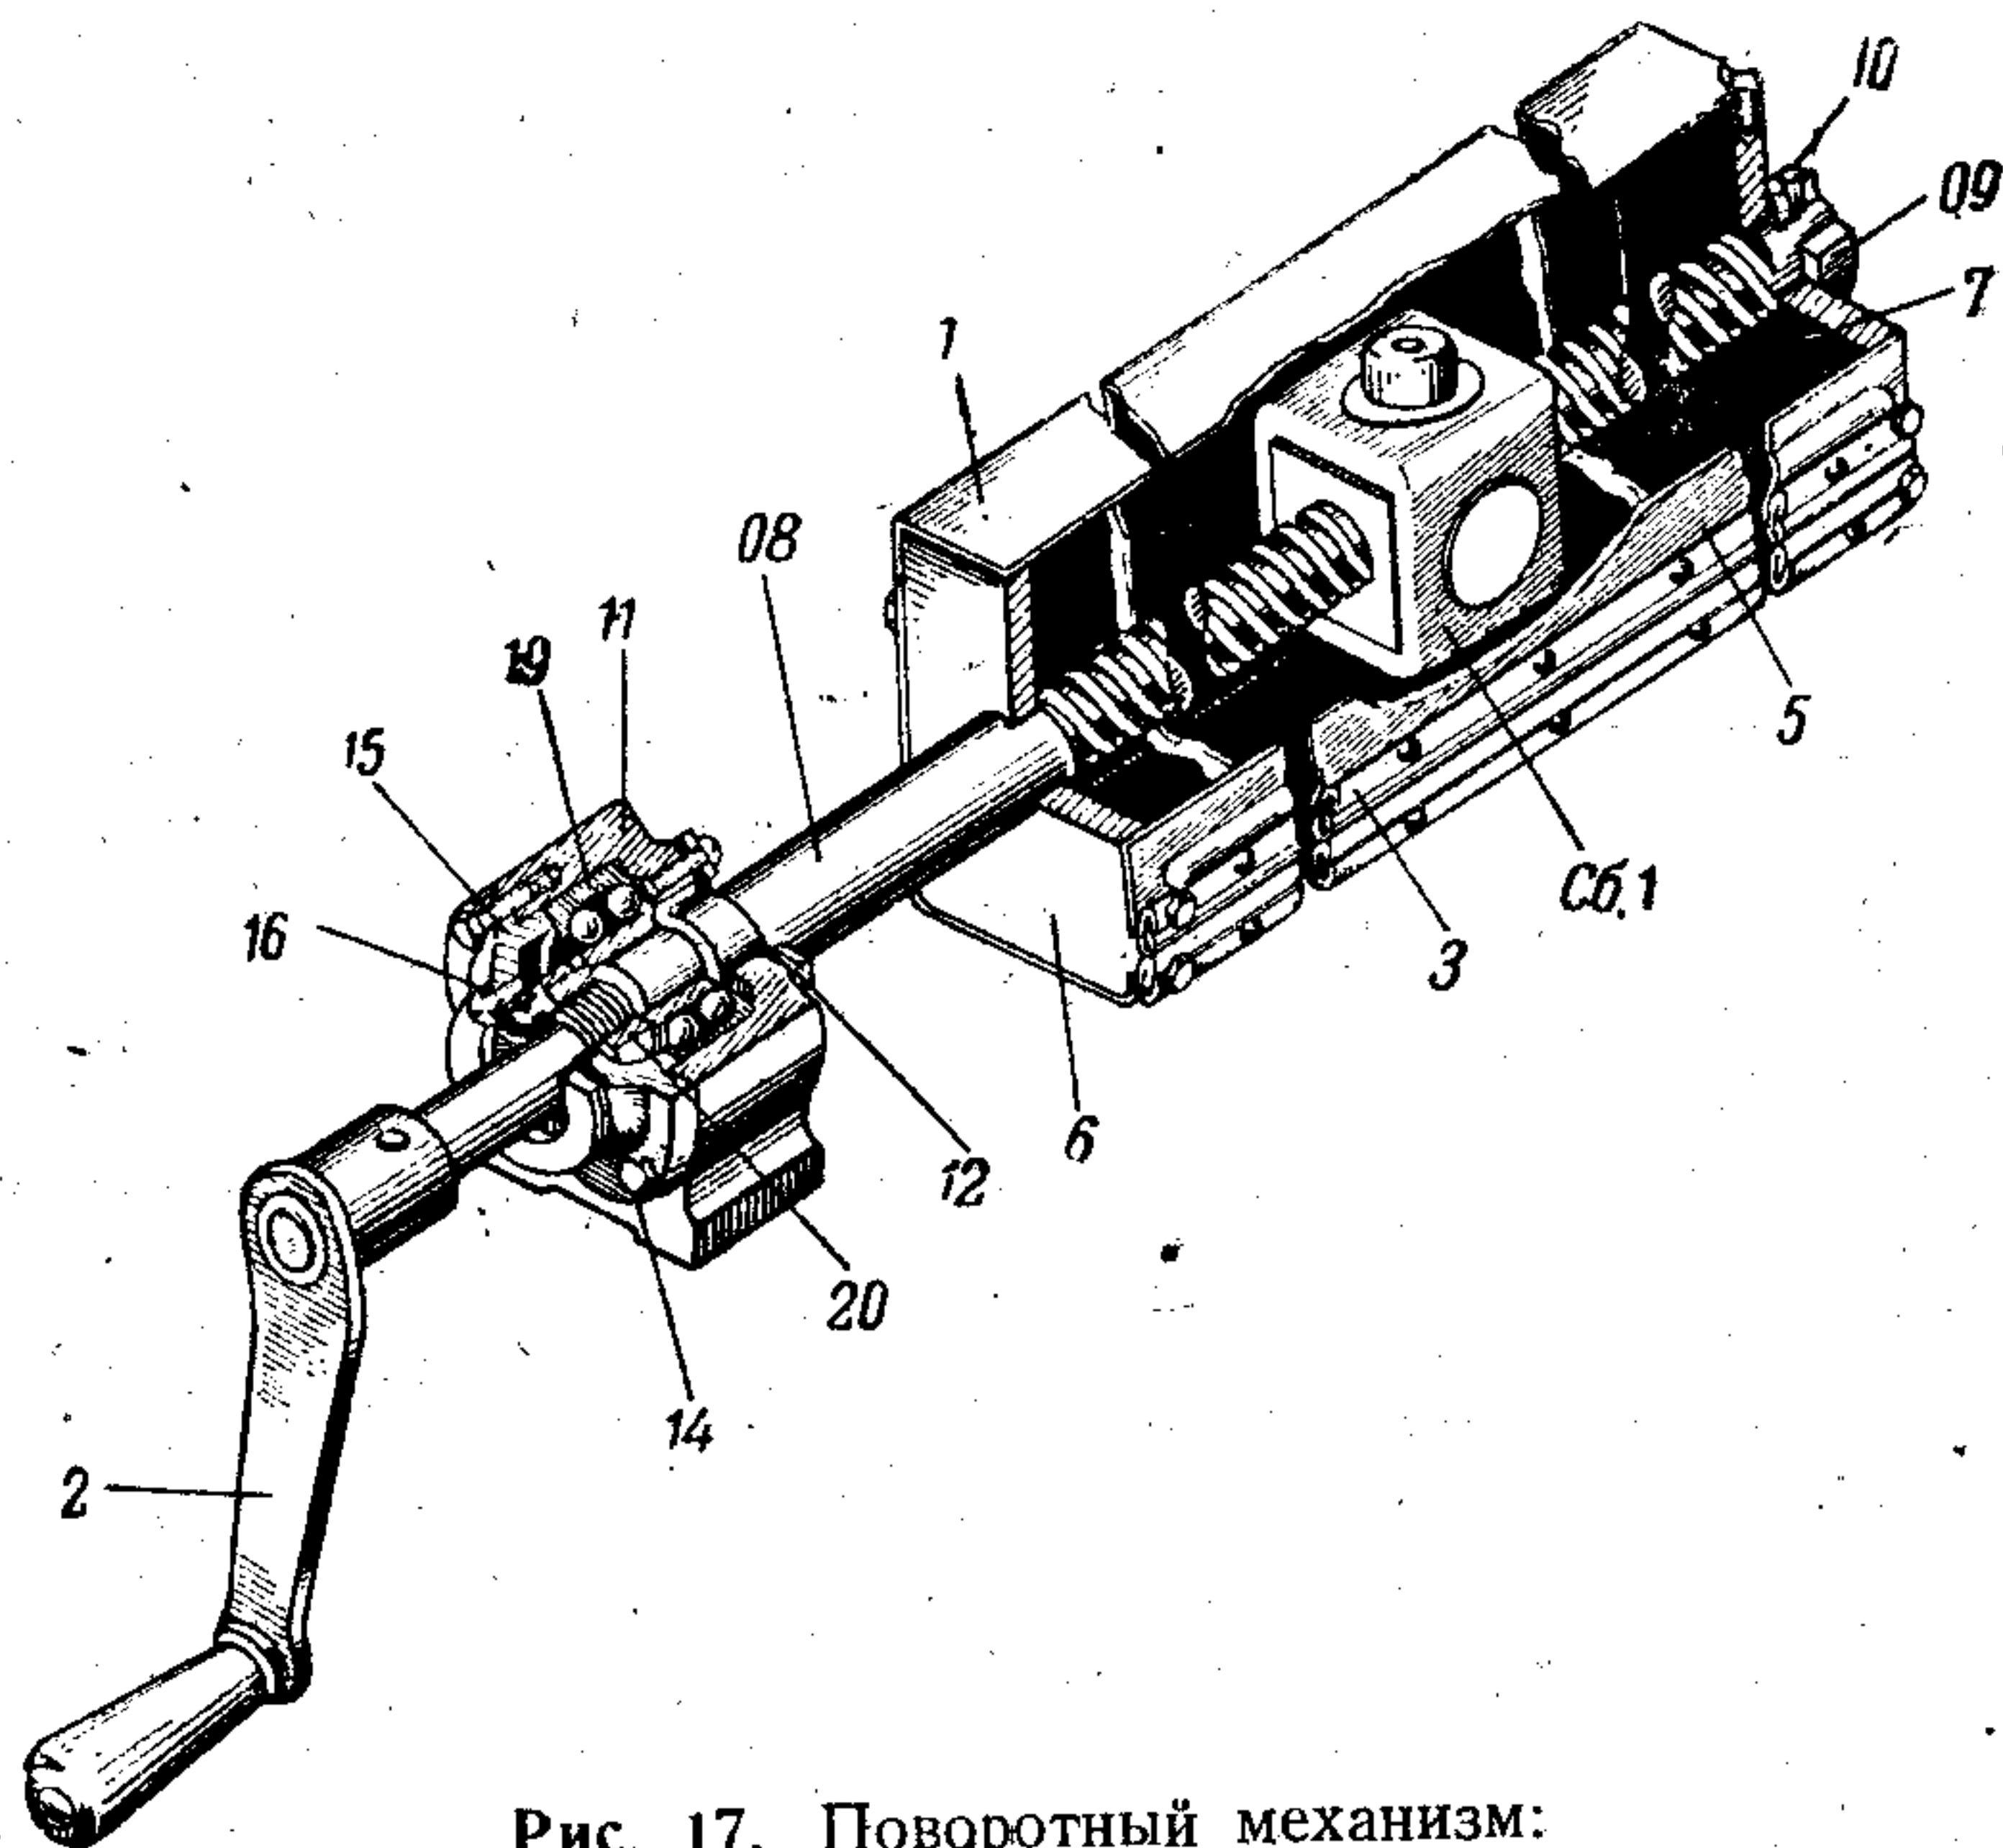

Рис. 17. Поворотный механизм:
Поворотный механизм (рис. 17) служит для наводки БМ-31-12 в горизонтальной плоскости.
Корпус 11 (рис. 17) шарикоподшипника имеет вид коробки с отверстием в дне. Внутри корпуса имеется кольцевой упор для наружной обоймы шарикоподшипника. Дно корпуса закрывается манжетой 12, которая предохраняет подшипник от загрязнения.
1. Отделить корпус шарикоподшипника 11 (рис. 17) от кронштейна, отвернув четыре болта.